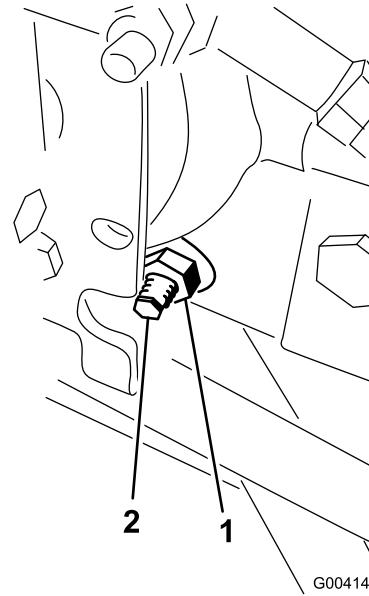

Bild 83
3. Lösen Sie rechts am Hydrostat die Sicherungsmutter an der Fahrantrieb-Einstellnocke (Bild 83).